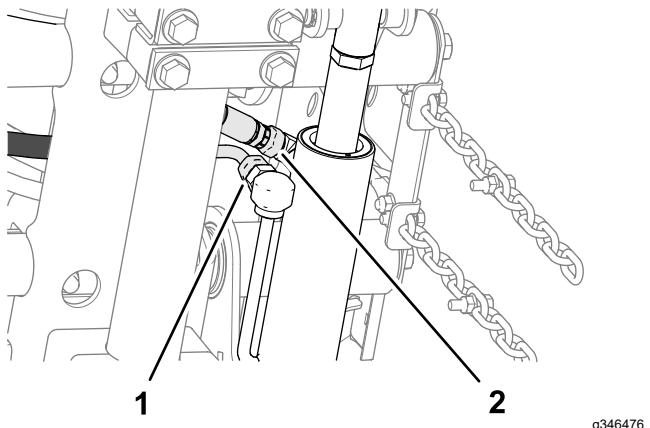

**Figura 13**
4. Mueva lentamente la varilla del cilindro de elevación hasta que quede alineada con los taladros en las bridas del brazo de elevación derecho (Figura 13).
5. Monte la varilla en las bridas con el pasador de montaje, 2 espaciadores y 2 anillas a presión (Figura 13).
- Aplique grasa de litio n.o 2 a los engrasadores del brazo de elevación y el cilindro hidráulico (Figura 13).